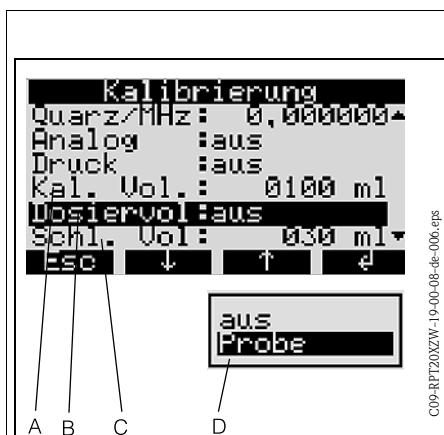

Abb. 13: Menüebene KALIBRIERUNG
Abb. 12: Kalibrierung des Probevolumens	1. Gerät einschalten (s. Kap. 6.2) 2. Entnahmeschlauch am Gerät anschließen und in einen gefüllten Wasservorratsbehälter legen (s. Kap. 3.3 und Kap. 3.4) 3. Den bereits installierten Pumpenschlauch aus der Schlauchdurchführung herausziehen (→ Abb. 12, Pos. A) und in den bereitgestellten Messbecher führen (→ Abb. 12, Pos. B). 4. Rufen Sie in der Steuerung des Gerätes die Menüebene KALIBRIERUNG auf (→ Abb. 13; über: SET - SERVICE - KALIBRIERUNG). 5. Geben Sie im Menüpunkt KAL.VOL. (→ Abb. 13, Pos. A) das gewünschte Kalibriervolumen ein. 6. Wählen Sie den Menüpunkt "DOSIERVOL" aus (→ Abb. 13, Pos. B).
7. Starten Sie ein Probenahme, indem Sie aus der Auswahlliste (→ Abb. 13, Pos. D) die Funktion PROBE auswählen. Warten Sie, bis der Probenahmezyklus beendet ist.